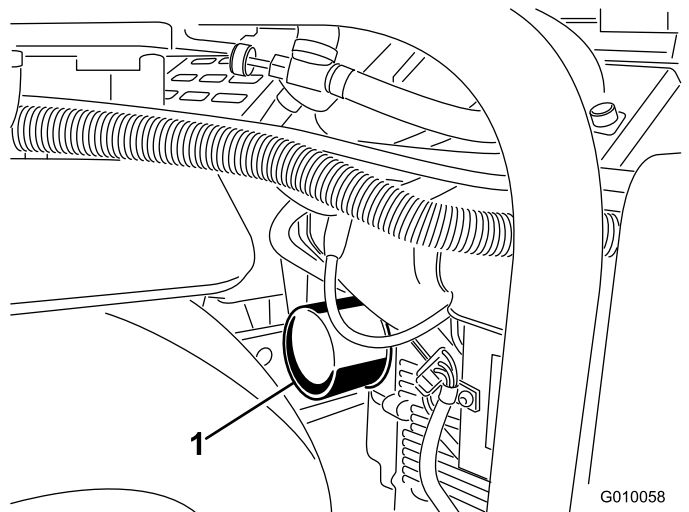
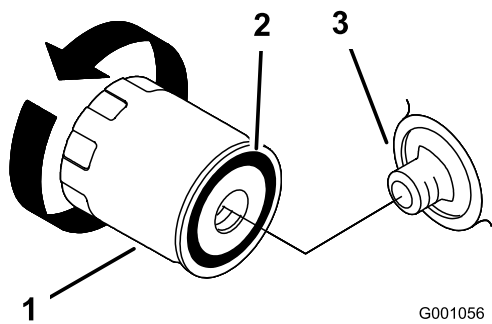

图48
图49
- 在滤清器下面放一个浅盘或抹布，接住机油（图48）。
6. 拆下旧滤芯（图48 和图49），并擦拭滤芯安装座垫片的表面。